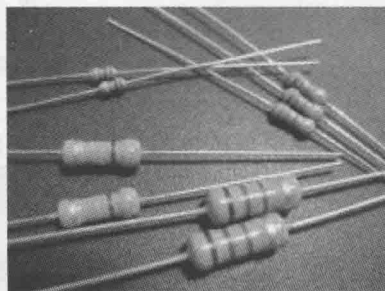

图 1.3 金属膜电阻器
② 金属膜电阻器是用真空蒸发的方法将合金材料蒸镀于陶瓷棒骨架表面。金属膜电阻比碳膜电阻的精度高，稳定性好，噪声、温度系数小，在工业电路板上大部分采用的是此类电阻器。金属膜电阻器多是蓝色、绿色保护表层，无论早期近期，欧系美系工业电路板多会采用此类电阻器。如图1.3所示。